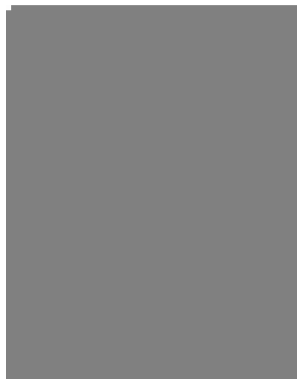

Рис. 18 Опустошение травосборника
Для очистки травосборника от скошенной травы (Рис.18) необходимо:
5. Удалить траву из травосборника (Рис. 18).